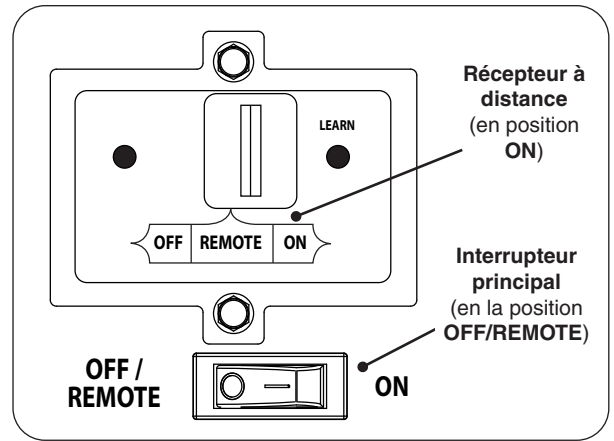

Fig. 36-1 Contrôle détail du panneau
1. Vérifiez que l'interrupteur principal est en position **OFF/REMOTE** (éteindre/éloigné) (voir Fig. 36-1).
3. Repérez l'interrupteur à 3 positions sur le récepteur de télécommande (voir Fig. 36-1), Et faites glisser le commutateur en position **ON** (sur).
L'interrupteur principal doit rester dans la position **OFF/REMOTE** (éteindre/éloigné) pour permettre le fonctionnement du système à distance (voir Fig. 36-1).